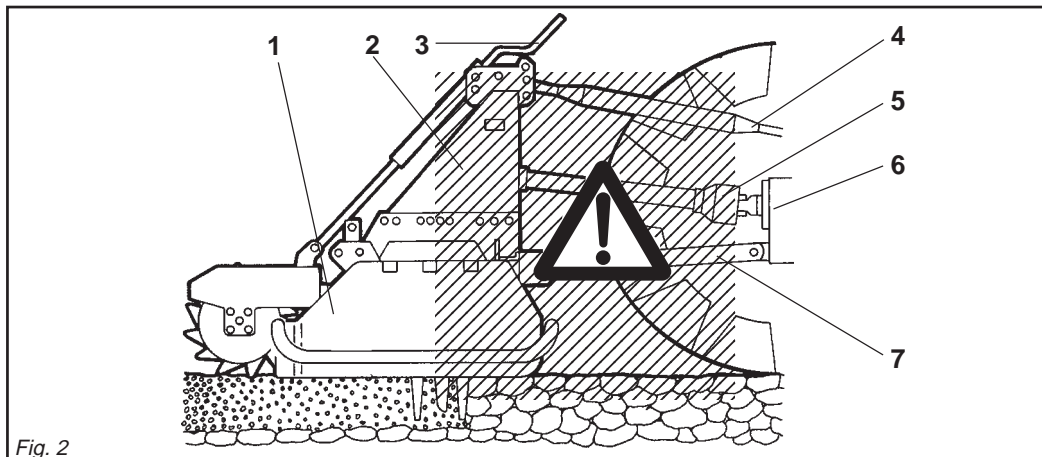

Fig. 2
- 24) Es ist absolut verboten, bei laufendem Motor und eingeschalteter Gelenkwelle zwischen den Schlepper und das Gerät zu treten (Abb. 2). Dazu muß die Feststellbremse gezogen werden und unter die Räder ein Bremskeil oder ein großer Stein gelegt worden sein.
- 24) *Il est absolument interdit de se mettre entre le tracteur et l'appareil (Fig. 2) quand le moteur est en marche et le cardan enclenché, sans avoir tiré le frein de stationnement et bloqué les roues avec une cale ou un caillou.*
- 24) Está terminantemente prohibido colocarse entre el tractor y el equipo (Fig. 2) con motor encendido y cardán inserido, o sin haber accionado el freno de estacionamiento y de colocar, debajo de las ruedas, una piedra u otro elemento de bloqueo.
- 28) È assolutamente vietato interporci fra il trattore e l'attacco della macchina per manovrare il comando dall'esterno per il sollevamento (Fig. 2).
- 28) *It is absolutely forbidden to stand between the tractor and the implement when manoeuvring the lift control from the outside (Fig. 2).*
- 28) Es ist absolut verboten, zwischen den Schlepper und den Anschluß zu treten, um die Aushebung von außen zu betätigen (Abb. 2).
- 28) *Il est absolument interdit de se mettre entre le tracteur et l'attelage pour manoeuvrer la commande de relevage de l'extérieur (Fig. 2).*